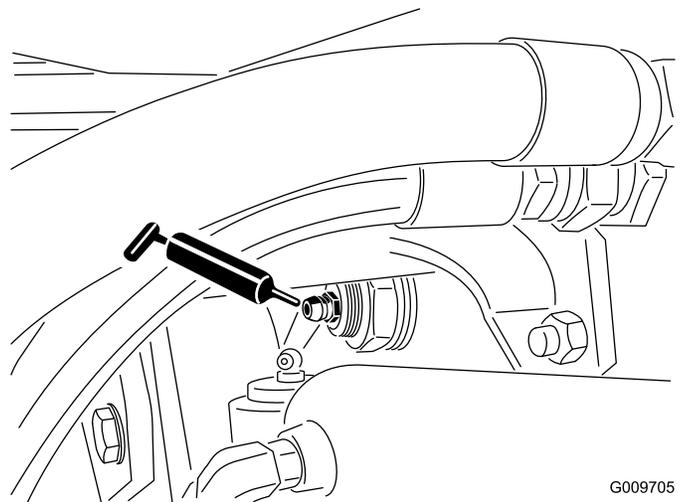

Bild 49
- Hinterachsen-Drehbüchsen (2) (Bild 49)